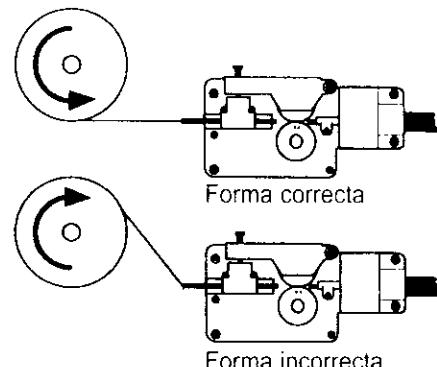

Figura 4. Instalación Correcta del Alambre
4. Colocar el carrete en el eje de modo que el alambre al salir del carrete quede como en la ilustración superior en la Figura 4.
- Figura 4. Instalación Correcta del Alambre